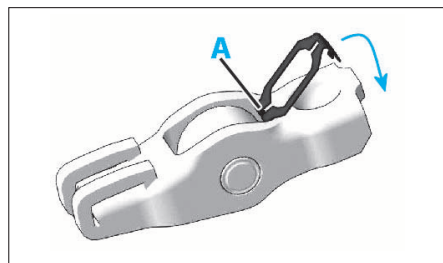

FIG. 79
Équiper les linguets avec des agrafes. L'agrafe facilite et garantit la position correcte de la butée par rapport au linguet lors du montage; la butée est rendue solidaire du linguet grâce à cette agrafe (Fig.79). L'agrafe ne doit en aucun cas être déformée; une agrafe déformée, même très légèrement, risque de ne pas garantir la retenue-immobilisation de la butée par rapport au linguet. Mettre en place l'agrafe avec le côté sans ergots en (A). Avant de clipper l'agrafe sur le linguet, vérifier sa bonne position (centrage).